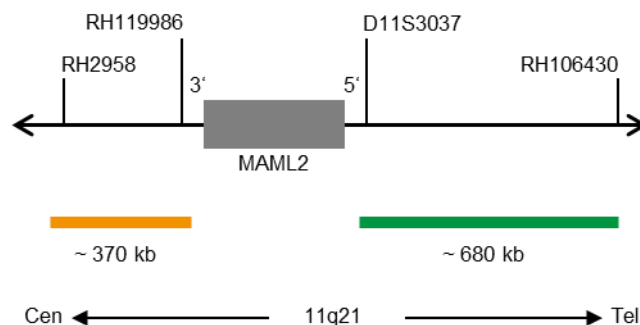

Fig. 1: SPEC MAML2 Mappa della sonda (non in scala)
- Polinucleotidi (~10 ng/μl) marcati con ZyGreen (eccitazione 503 nm/emissione 528 nm), che hanno come bersaglio sequenze mappate in 11q21* (chr11:96,115,829-96,797,136) distali alla regione del breakpoint MAML2 (vedere Fig. 1).
- Polinucleotidi (~4,5 ng/μl) marcati con ZyOrange (eccitazione 547 nm/emissione 572 nm), che hanno come bersaglio sequenze mappate in 11q21* (chr11:95,296,828-95,668,215), prossimali alla regione del breakpoint di MAML2 (vedere Fig. 1).